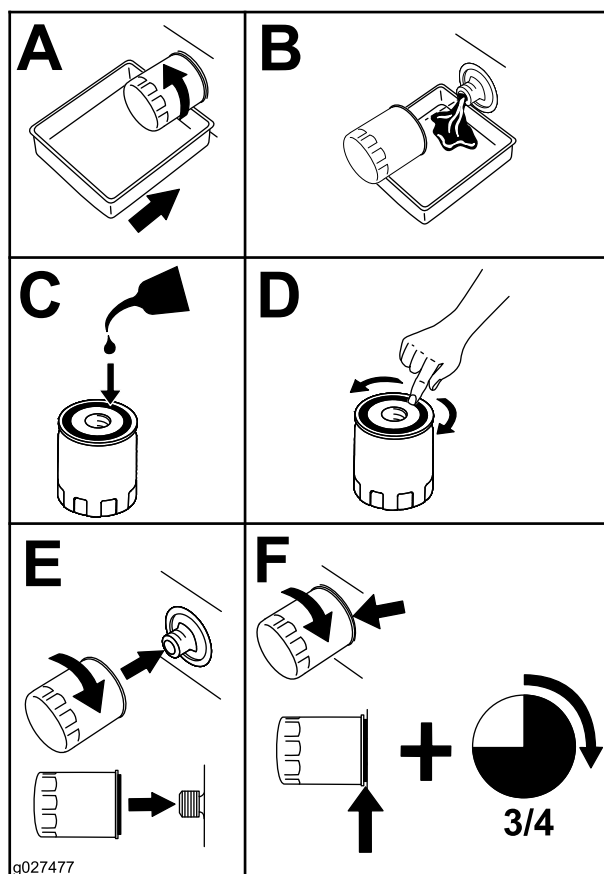

Figure 50
4. Remplacez le filtre à huile moteur comme montré à la Figure 50.